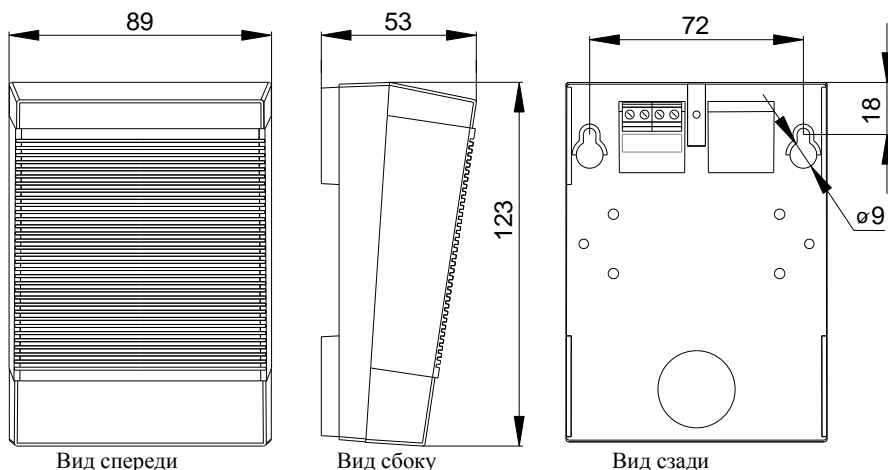

Рис. 1. Внешний вид, габаритные и установочные размеры корпуса оповещателя
Габаритные размеры, мм	см. рисунок 1
- согласно установочным размерам (см. рисунок 1) просверлить в стене отверстия, вставить в них дюбеля и вкрутить шурупы;